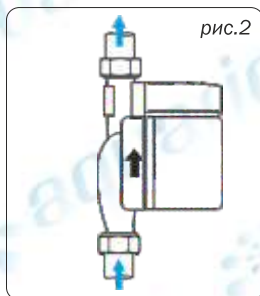

рис.2
- Направление движения воды указано на корпусе насоса стрелкой (рис.2);